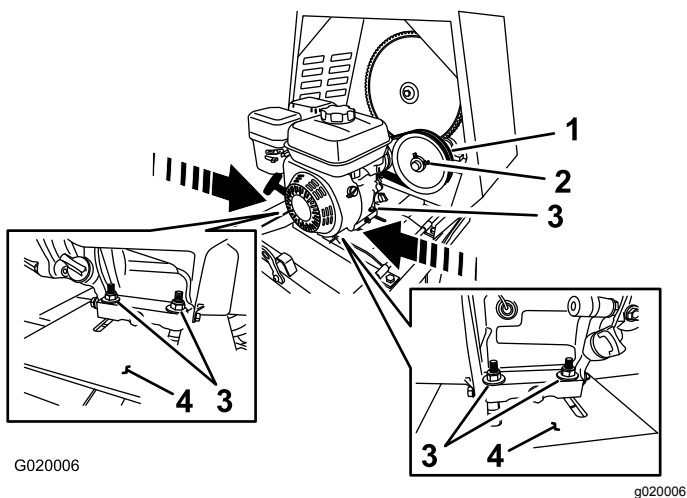

Figura 63
- Afloje los pernos y las tuercas que sujetan el motor a la chapa del motor (Figura 63).
- **Para aumentar la holgura** – aleje el motor de la polea tensora (Figura 63).
- **Para reducir la holgura** – acerque el motor a la polea tensora (Figura 63).